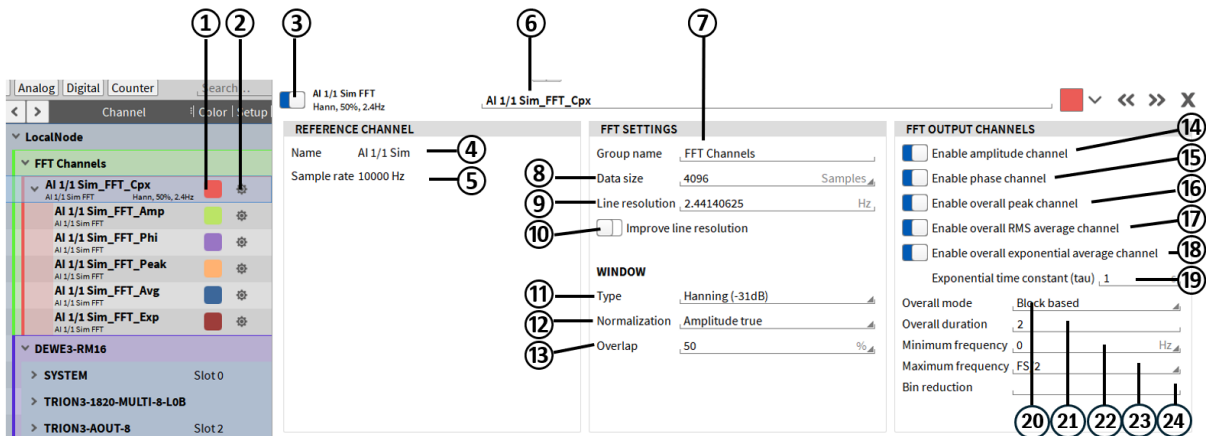

Abb. 7.89: Kanaleinstellungen des komplexen Spektrums – Übersicht
- Dieser Kanal wird nicht automatisch berechnet, sondern muss manuell in den Kanaleinstellungen des komplexen Spektrums *Channel\_Name\_Cpx* ausgewählt werden, nachdem der FFT-Kanal erstellt wurde (siehe ⑭ in Abb. 7.89).